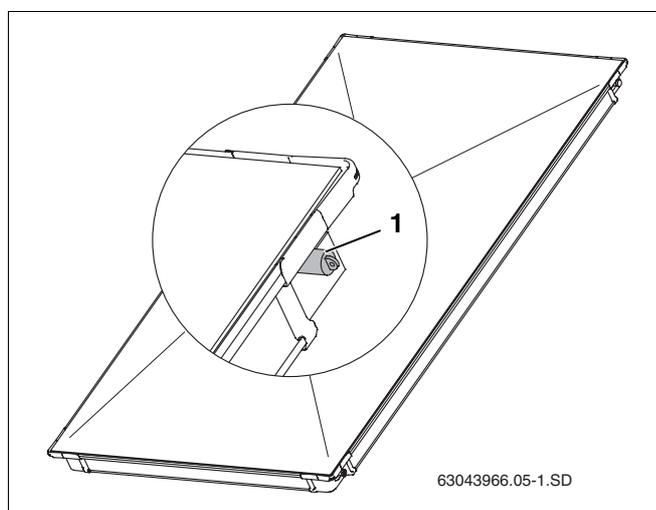

Рис. 5 Крышки на штуцерах коллектора
- Снимите резиновые крышки (рис. 5, поз. 1) только непосредственно перед монтажом.